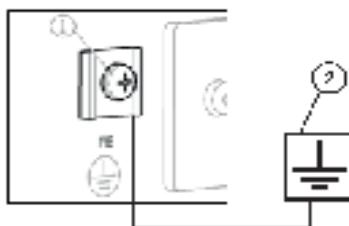

Рис. 11
Перед запуском электростанции заземлите ее для предотвращения поражения электрическим током. Для этого, с помощью электрокабеля сечением не менее  $2,5 \text{ мм}^2$ , соедините клемму заземления (1) на панели генератора с внешним источником заземления (2) (Рис.11).